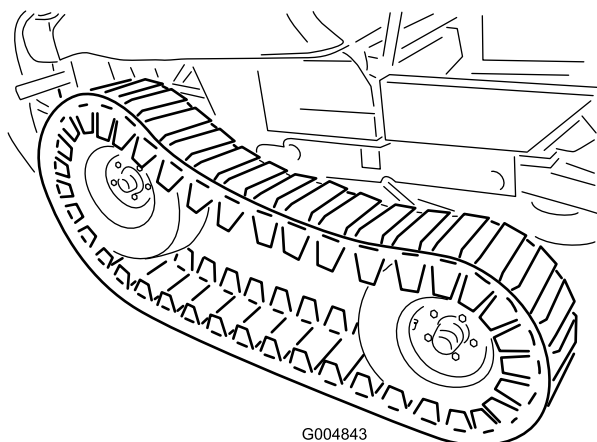

Figura 53
24. Con la ayuda de otra persona, eleve la parte delantera de la oruga lo suficiente para poder instalar cuidadosamente los neumáticos delanteros (Figura 53).